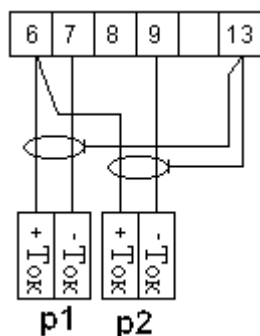
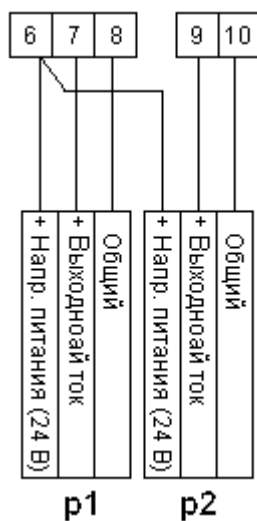

Рис. 2 Двухпроводная схема подключения преобразователей давления (4-20 мА), питание от вычислителя + 24 В
Рис. 3 Трехпроводная схема подключения преобразователей давления, питание от вычислителя + 24 В
2. На рисунке представлена схема подключения преобразователей давления, имеющих собственный источник питания. Другие варианты подключения представлены на рис.2 и рис. 3 настоящего приложения.
Примечание: К вычислителю по схеме рис.2 и рис.3 можно подключать не более двух преобразователей давления.